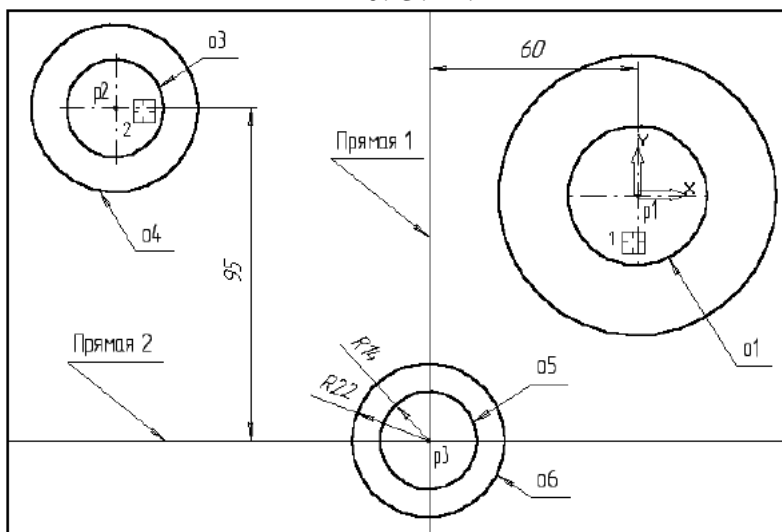

Рис. 3.15.
6. За допомогою команди *Паралельна пряма* побудуйте допоміжну пряму 1, паралельну вертикальній осі симетрії кола o1 (мішень 1) на відстані 60 мм зліва від неї, рис. 3.15.
7. Потім побудуйте пряму 2, паралельну горизонтальній осі симетрії кола o3 (мішень 2) на відстані 95 мм вниз, рис. 3.15.
радіусом 14 мм. Положення центральної точки вкажіть у точці перетину $p3$ побудованих допоміжних прямих за допомогою прив'язки *Перетин*, рис. 3.15.